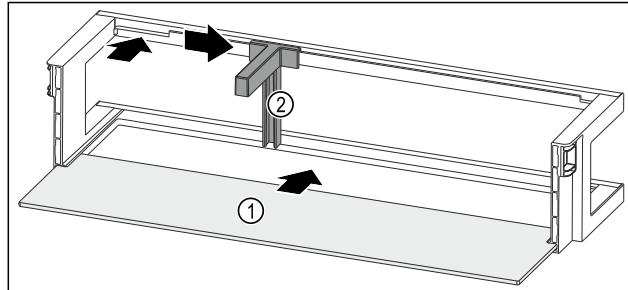

Fig. 87 Дверная полка со съемной полкой
- ▶ Вдвиньте съемную полку Fig. 87 (1) в боковые пазы.
- ▶ Установите держатель для бутылок Fig. 87 (2) в выемку.
- ▶ Сместите держатель для бутылок Fig. 87 (2) в нужное положение в сторону.